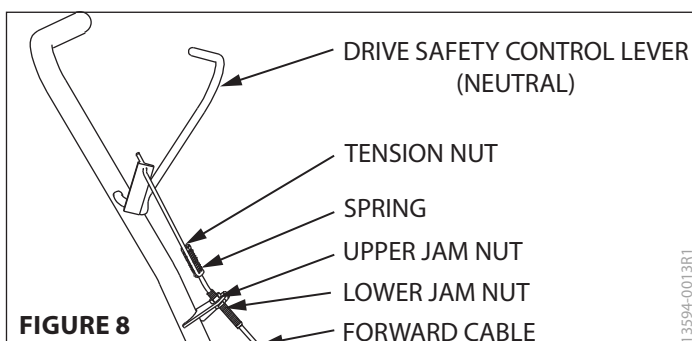

FIGURE 8
- Loosen upper jam nut. **SEE FIGURE 8**